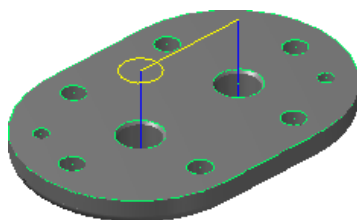

图 16.17 刀具路径
(1) 在“2D 刀具路径 – 钻孔/全圆铣削 深孔钻-无啄孔”对话框的左侧节点列表中，单击 **共同参数** 节点，在 **深度...** 文本框中输入值-13.0。
(2) 在“2D 刀具路径 – 钻孔/全圆铣削 深孔钻-无啄孔”对话框的左侧节点列表中，单击 **刀尖补偿** 节点，选中 ☒ **刀尖补偿** 复选框，在 **贯穿距离** 文本框中输入值 0.0。
(3) 单击“2D 刀具路径 – 钻孔/全圆铣削 深孔钻-无啄孔”对话框中的  按钮，完成加工参数的设置，此时系统将自动生成图 16.17 所示的刀具路径。